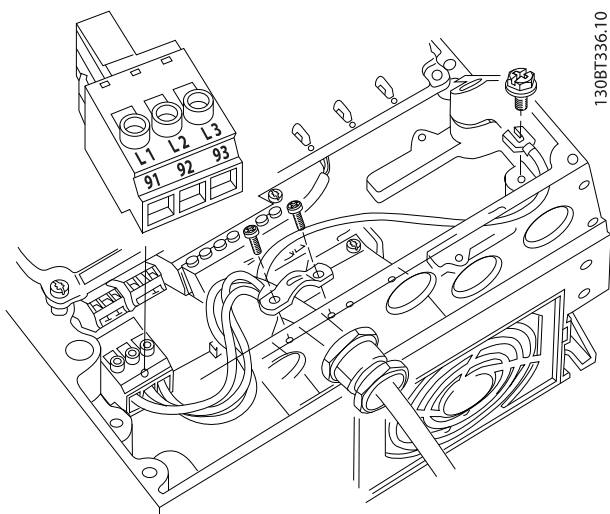

图 2.13 连接到交流主电源
- 将三相交流输入功率线路连接至端子 L1、L2、L3（请参阅 图 2.13）。